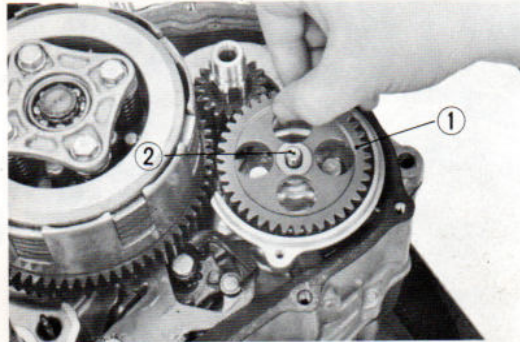

Fig. 57 Dépose du pignon de commande de pompe
- 6) Déposer le pignon de commande de pompe à huile. (Fig. 57)